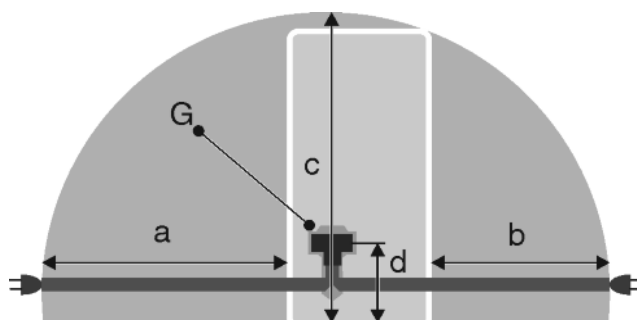

Fig. 52
- Steckdose liegt außerhalb des Geräterückseitenbereichs im gegebenen Bereich *Fig. 52 (a, b, c)*.
- ▶ Gerätestecker *Fig. 52 (G)* auf der Rückseite des Gerätes einstecken. Auf richtiges Einrasten achten.